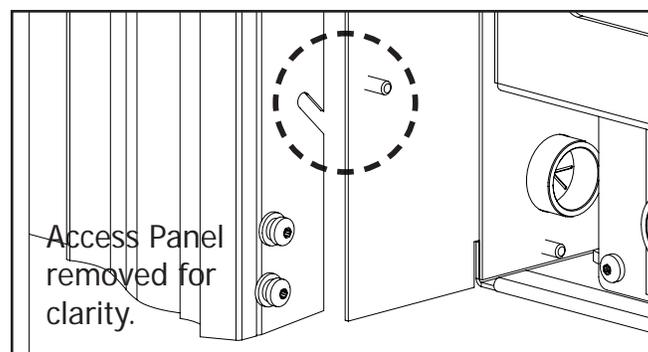

Figure 39: Gros plan de vis et de crochet
2. Lorsque vous utilisez plus d'une carte de montage chaque niveau doit être fixé à l'aide de neuf (9) #8 T-20 vis fournies (voir Figure 39).